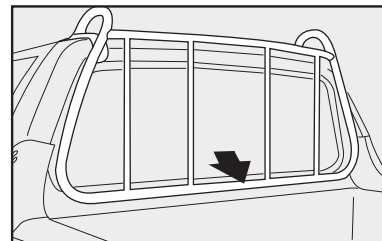
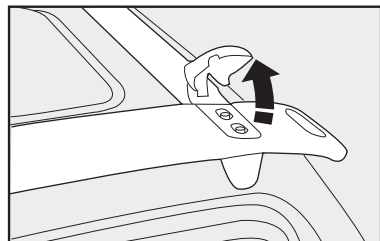
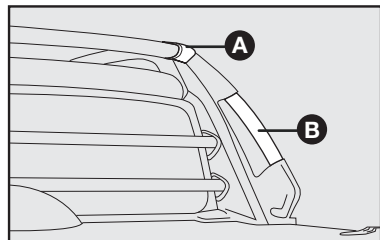

fig. 114
fig. 115
fig. 116
- utilice el portaescaleras **fig. 114** para apoyar y fijar correctamente los objetos más altos. En las versiones con cabina extendida y doble cabina, levante antes los limitadores **fig. 115** o **A-fig. 116** (Strada Adventure).
Para subir en el compartimiento de carga con más facilidad, con el objetivo de arreglar la carga, utilice el asidero de apoyo **B-fig. 116**, pisando en el estribo lateral metálico. No pise en la región inferior a la tapa del depósito de combustible.
No utilice los asideros de apoyo B-fig. 116 para atar objetos.